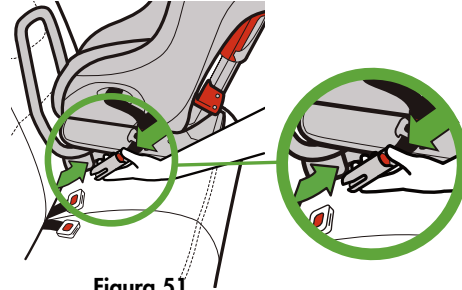

Figura 51
- Mantenga oprimido el botón rojo de soltar al mismo tiempo que tira de los conectores LATCH a presión, como se muestra en la **figura 51**.